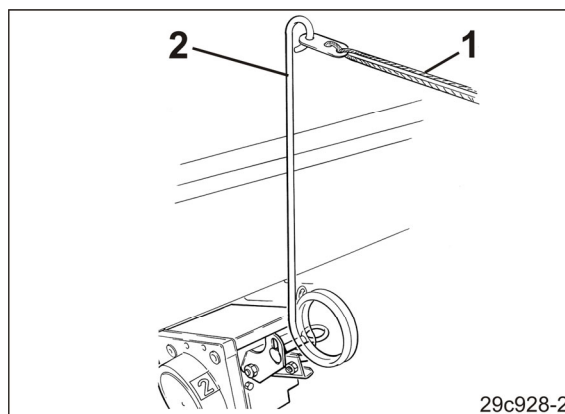

Fig. 125
13. Colocar a corda (Fig. 125/1) para acionar a alavanca de comando (Fig. 125/2) do caixa de controlo (caso existente) na cabine do trator.